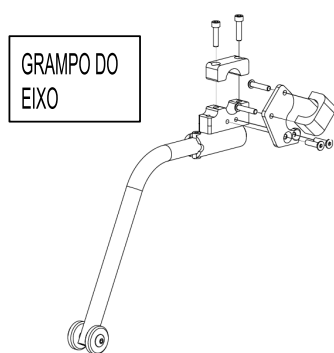
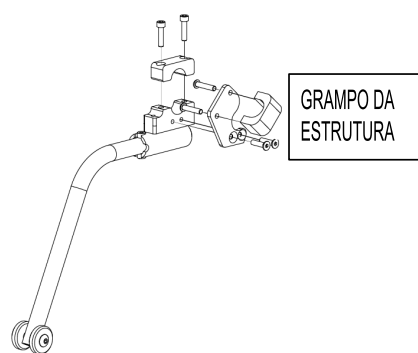

FIG. 1
FIG. 2
- Fixar o grampo à placa de fixação (fig. 1)
- Montar o grampo no eixo (fig. 1/2)
- Montar o segundo grampo no chassis (fig. 2)
- Inserir uma alavanca especial entre o círculo e o ombro do pneu de forma a que, quando a alavanca é inclinada, a parede lateral do pneu saia (fig. 1 e 2)
- Inserir a última parte do ombro com a ajuda das alavancas fornecidas, seguindo as instruções apresentadas na Fig. 3, Fig. 2 e Fig. 1.